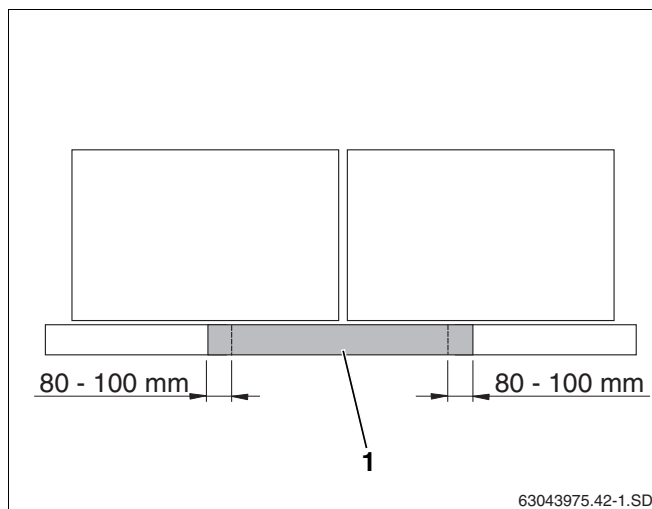

Fig. 46 Posicionamento da chapa de cobertura central no caso de colectores horizontais
No caso de colectores horizontais são necessárias chapas de cobertura centrais inferiores (fig. 46, **item 1**). Já no caso de dois colectores, estas devem estar sobrepostas 80–100 mm.